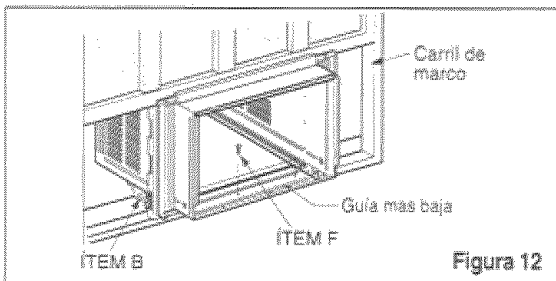

Figura 12
- 11** Fije el soporte de antepecho al orificio del carril del gabinete en relación con la posición seleccionada usando el tornillo (ÍTEM F) (Figura 12).